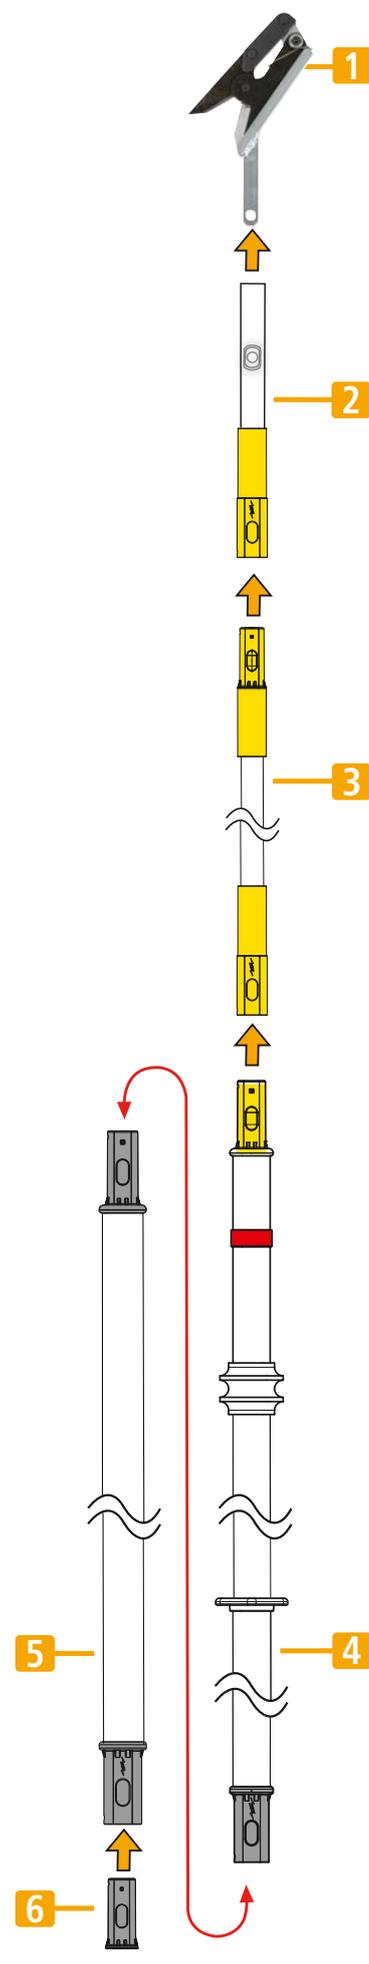

Fig. 4.4
4.4.2 Die Reihenfolge des Zusammensteckens der Einzelteile erfolgt wie in Fig. 4.4 dargestellt.